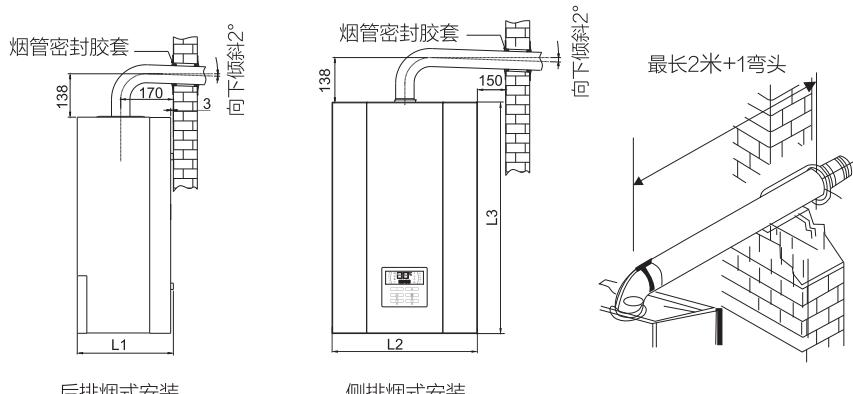

图1-2 烟管安装示意图
(2)给排气烟管出口部分向下至少倾斜2°（如图1-2所示）。
2. 以所画圆为边界打孔，孔向外下倾斜2°（图1-2所示）。